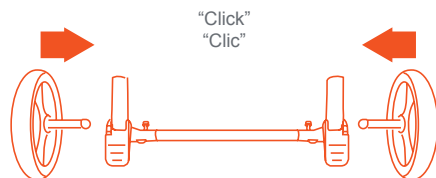

Fig. 3
- 3) • Place the rear wheel over hole on the side of the rear axle. Push the wheel into the rear axle until there is a click. Ensure both sides lock into place (Fig. 3).
- Coloque la rueda trasera sobre el orificio ubicado en el costado del eje trasero. Empuje la rueda hacia el eje trasero hasta que escuche un clic. Asegúrese de que ambos lados encajen en su lugar (Fig. 3).